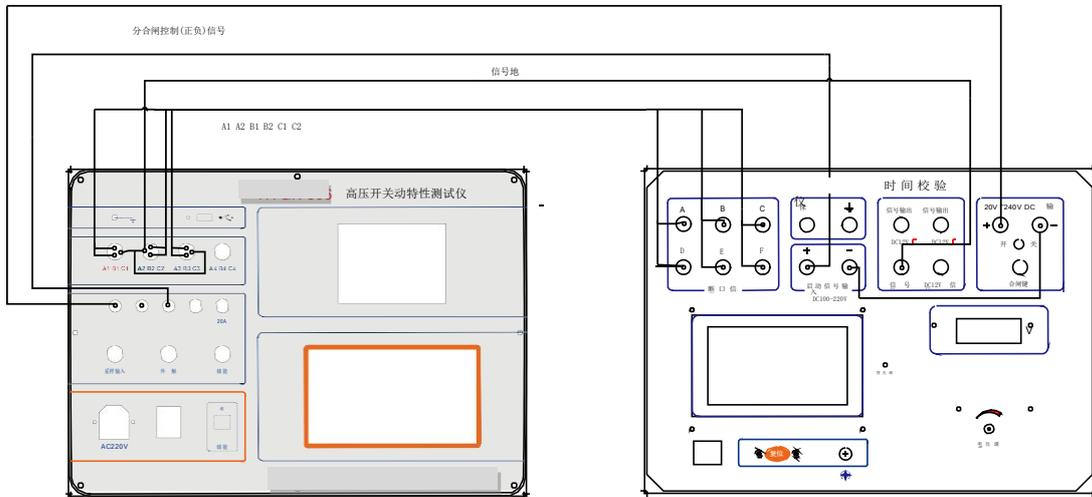

图 3 不带电源主动式测试接线
4. 不带操作电源状态下高压开关测试仪接线图：（主动式如图3）
- 4.1 按图3 接好线。